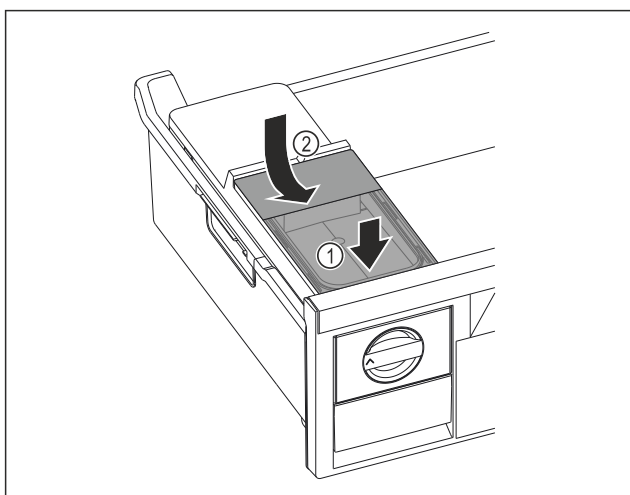

Fig. 110
- ▶ Sett fast fronten på vannbeholderen. Fig. 110 (1)
- ▶ Senk vannbeholderens bakdel. Fig. 110 (2)